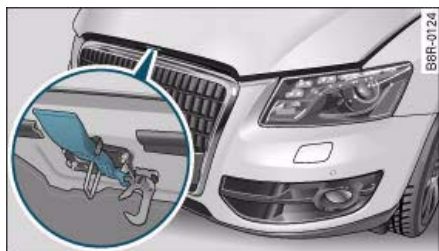

Fig. 208 Elemento basculante por debajo del capó
- Presione hacia arriba la palanca que hay debajo del capó ⇒ fig. 208. Al hacerlo, el gancho de sujeción queda desbloqueado.